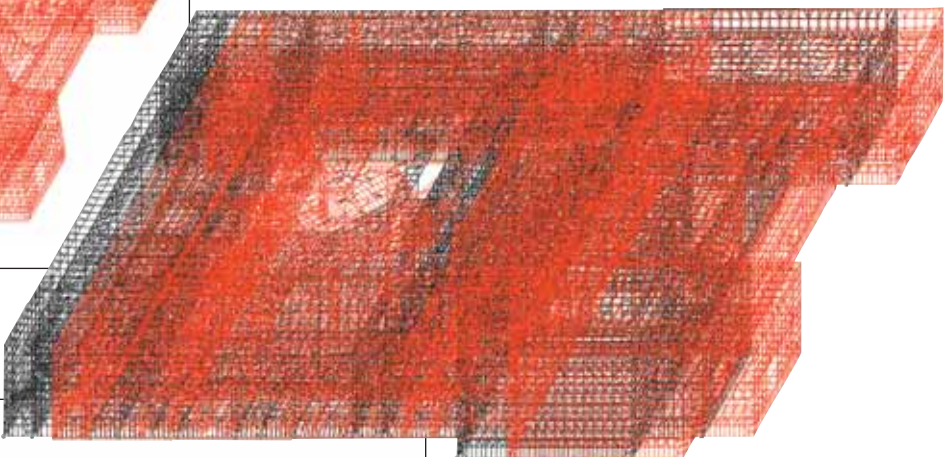

Рис. 11. Деформированная схема здания с РМСО (1-я форма колебаний)
6. Основной вклад в работу системы с РМСО (98%) вносят первые три формы колебаний. В отличие от базового проекта характер деформирования усиленного здания носит ярко выраженный поступательный характер (рис. 11). Конструкции и узлы системы колеблются как одно целое, что приводит к более равномерному распределению усилий.